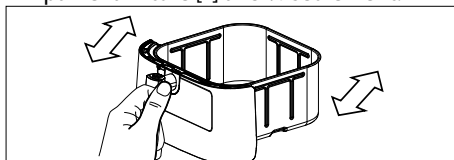
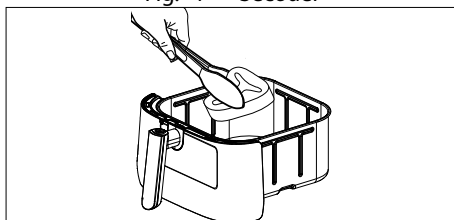

Fig. 4 – Secouer
Fig. 5 – Retourner
- ▶ Pour des résultats de cuisson optimaux, secouez le panier à friture [7] (**voir Fig. 4**) ou retournez les aliments (**voir Fig. 5**) pendant le temps de cuisson, en particulier si les aliments se chevauchent. À la mi-cuisson, des signaux sonores sont émis dans les programmes sélectionnés pour vous rappeler de répartir à nouveau les aliments.